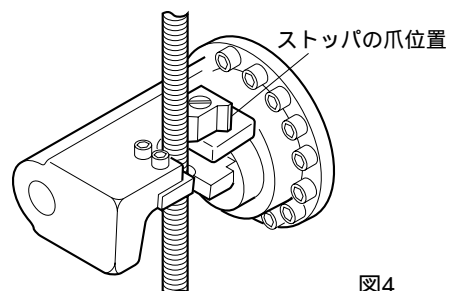

図4
- (3) 切断時にはストップの爪を図4の位置にしてください。全ネジが刃物に直角に固定されます。